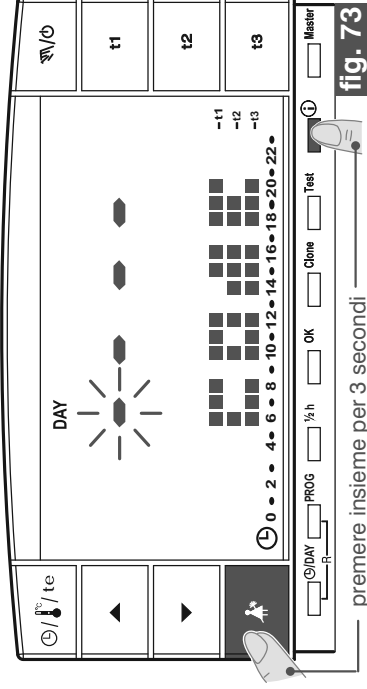

fig. 73
primo trattino a sinistra lampeggerà (fig. 73).
- Se la password è abilitata e si cerca di attivare una delle funzioni protette, sul display apparirà la scritta **CoDe** e il primo trattino a sinistra lampeggerà (fig. 73).
- Dal normale funzionamento del cronotermostato mantenere premuti (circa 3 sec.) i tasti ▲* e ❗. Sul display apparirà la scritta **CoDe** e il primo trattino a sinistra lampeggerà (fig. 73).